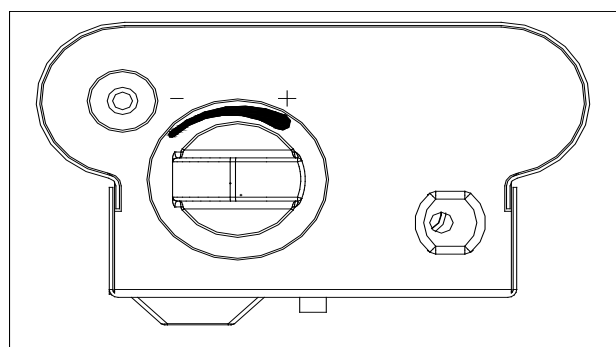

Fig. 5
- Termostatens funktionsområde är cirka +5 °C – +50 °C. Temperaturen höjs genom att vrida termostatvredet åt höger och sänks genom att vrida termostatvredet åt vänster. Apparaten startar när temperaturen sjunker under den inställda temperaturen (bild 5).
- Operating range of the thermostat is approximately +5 °C – +50 °C. The temperature is increased by turning the thermostat switch to the right and decreased by turning the thermostat switch to the left. When the temperature decreases below the set temperature, the appliance will turn on (fig. 5).